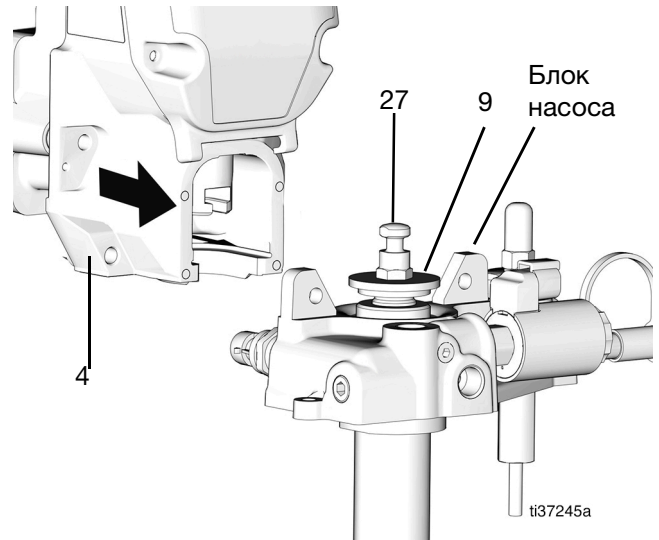

Рис. 67
27. Вставьте блок насоса в головку редуктора (4). Стопорную гайку (9) можно открутить для увеличения зазора. Выровняйте шток насоса (27) с вырезом и придвиньте его на место (Рис. 67).